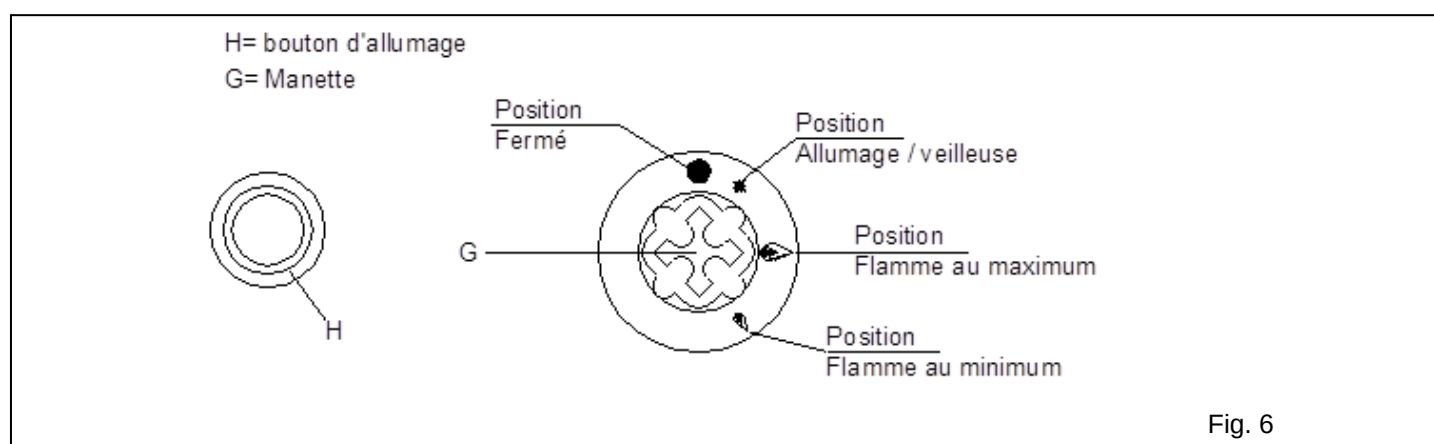

Fig. 6
6.1 Allumage de la veilleuse (Fig. 6)